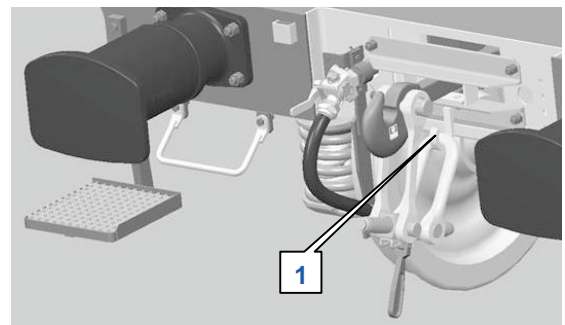

Abb. 1
- Um einen Unfall zu vermeiden, muss eine nicht verwendete Schraubenkupplung auf dem Aufhängehaken **(1)** eingehängt sein **(Abb.1)**